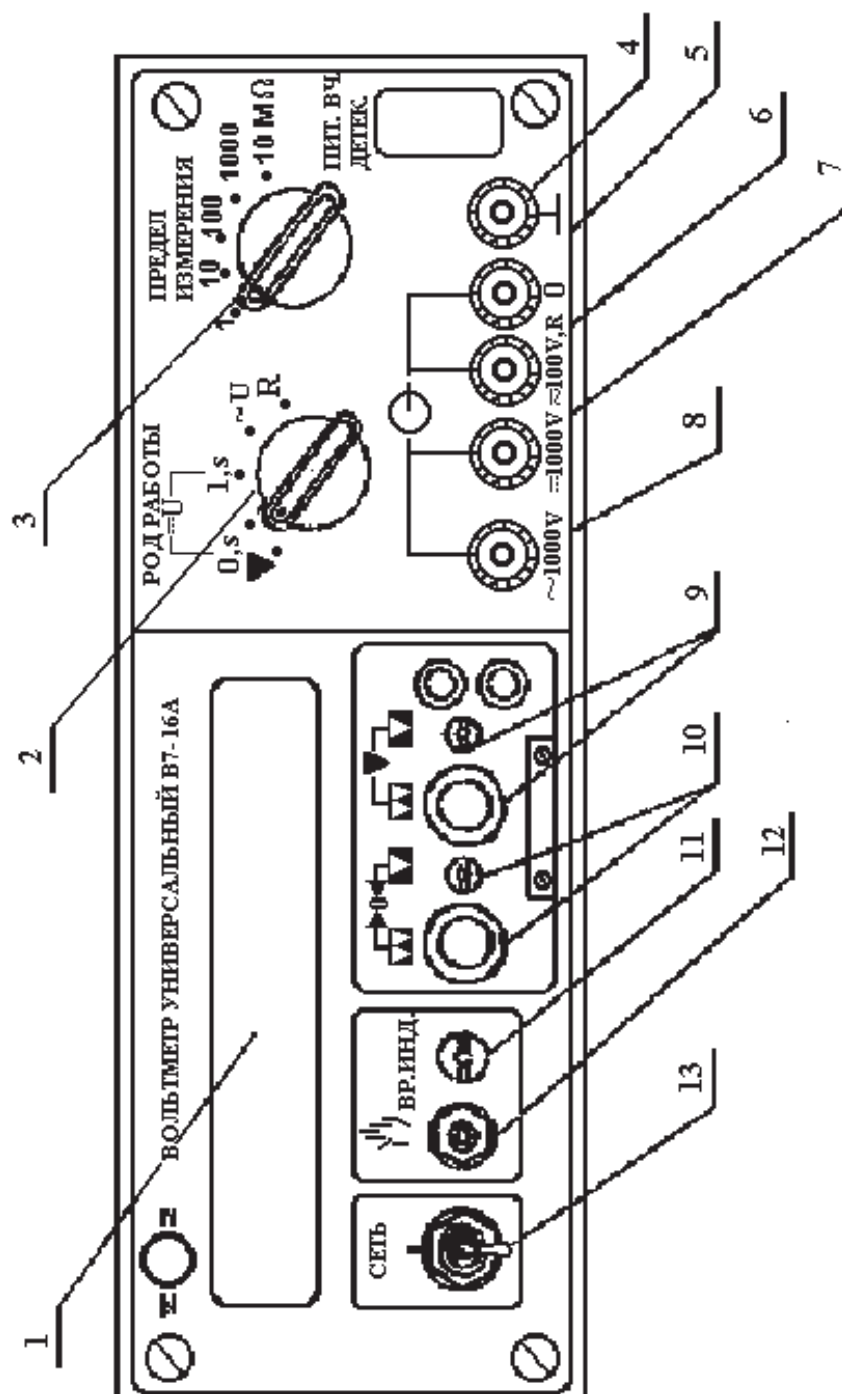

Рис. 1
Все основные органы управления и присоединения расположены на передней панели и обозначены графическими символами. Общий вид прибора приведен на рис. 1. Показания прибора высвечиваются на табло (1).